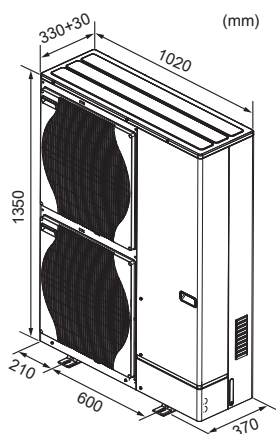

Fig. 2-2
2.2. Dimensions extérieures (Appareil extérieur) (Fig. 2-2)